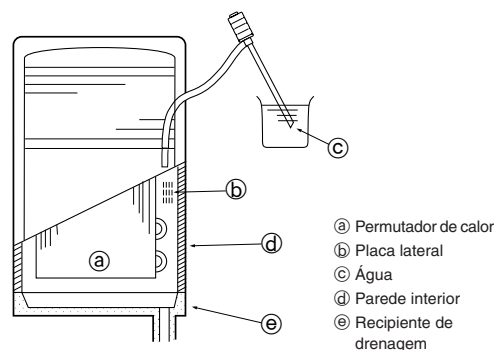

Fig. 5-2
5.2. Verificação da drenagem (Fig. 5-2)